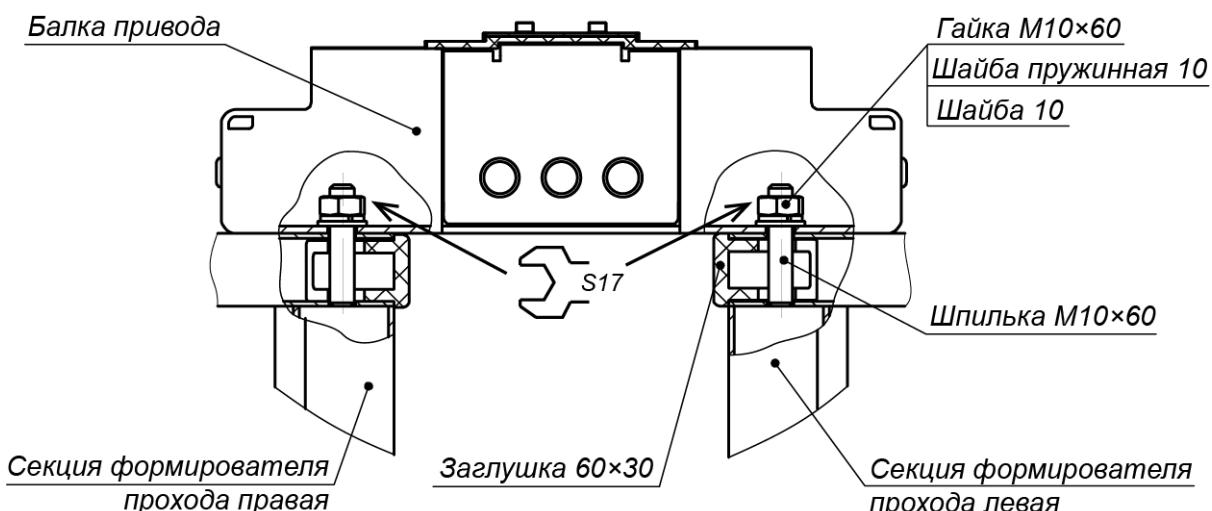

Рисунок 15. Крепление балки привода (8) к секциям (6) формирователя прохода
- Закрепите балку привода на секциях (6) формирователя прохода двумя гайками M10 с шайбами (см. рис. 15), навернув их на шпильки с помощью торцового ключа S17. Затяжка гаек предварительная, для возможности регулировки положения.